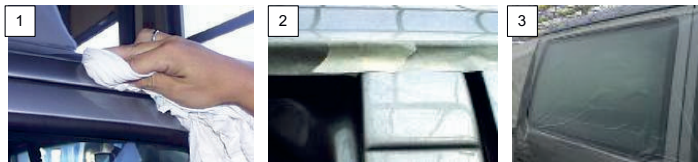

Abb. 1-1: Vorbereitungen am Fahrzeug / Preparations on the vehicle
DE: Das Fahrzeug oberhalb der Türen gründlich reinigen und entfetten mit Sika® Remover 208 (s. Abb. 1-1, 1). Den Spalt unterhalb des Radius mit Klebeband abkleben (2) und die Fahrzeugaußenseite mit Folie schützen (3).
EN: Thoroughly clean and degrease the vehicle above the doors with Sika® Remover 208 (see Abb. 1-1, 1). Mask the gap below the radius with adhesive tape (2) and protect the outside of the vehicle with foil (3).